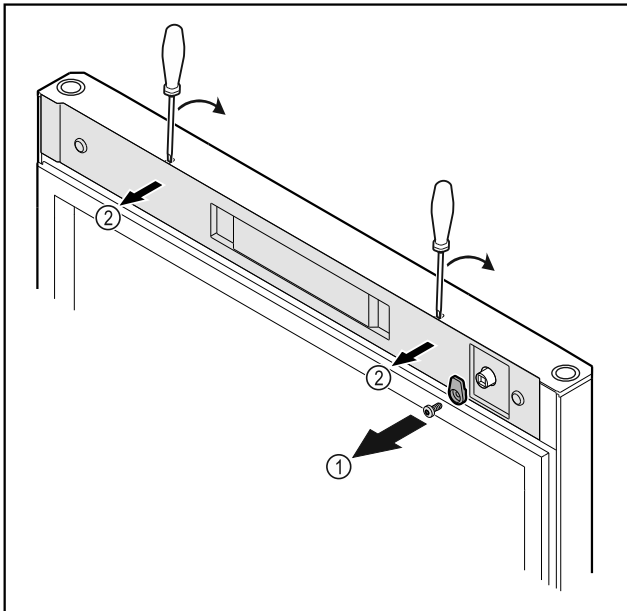

Fig. 22
- ▶ Ξεβιδώστε το άγκιστρο κλεισίματος Fig. 22 (1).
- ▶ Ξεκουμπώστε το κάλυμμα Fig. 22 (2) με ένα μικρό κατσαβίδι και αφαιρέστε το.